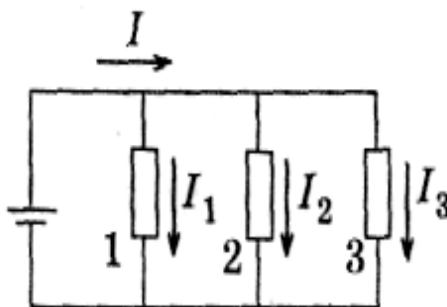

Рисунок 34
3. Собрать схему рис.34 с параллельным соединением резисторов в программе Multisim.